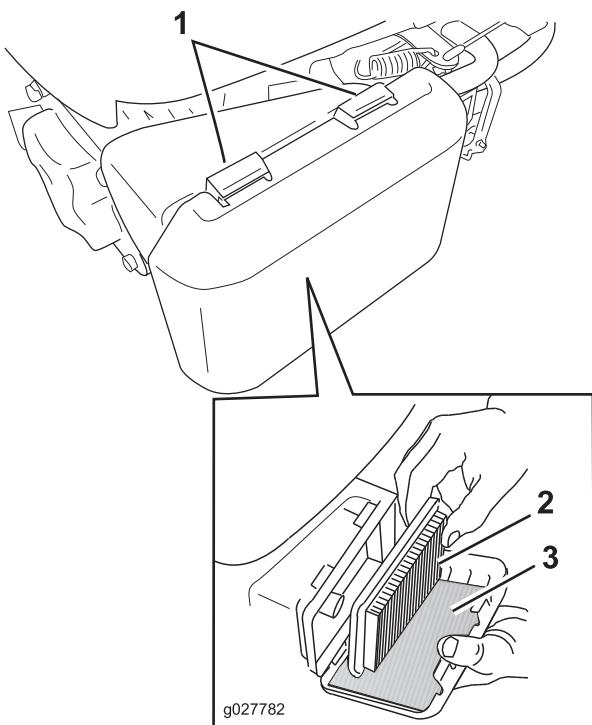

Figure 22
- Appuyez sur les languettes de verrouillage en haut du couvercle du filtre à air (Figure 22).
- Retirez l'élément en papier et le préfiltre en mousse (Figure 22).